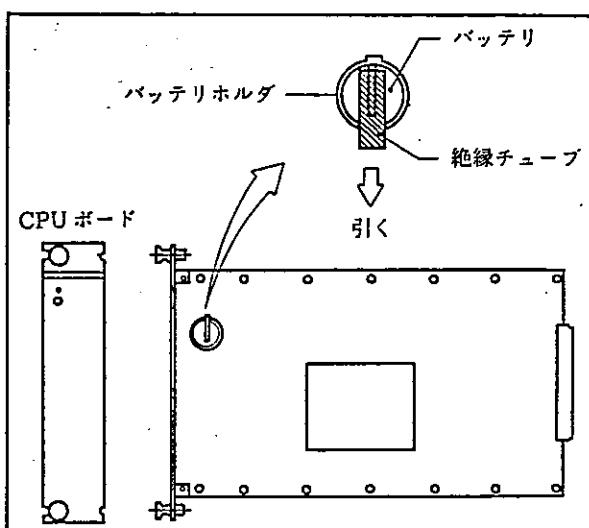

図 6.5 バッテリホルダ
(4) CPU ボードのバッテリホルダに取りつけられている絶縁チューブを取り除いてください。これは輸送中のバッテリの消耗を防止するためのものです。(図 6.5)
CPU ボードに設置されているバッテリ (図 6.5 または図 10.6) により、停電時のデータを保護しています。しかし、工場出荷時のバッテリ消耗防止用絶縁チューブがついている時や、使用中にバッテリがなくなった場合、各種 ENTRY 値は、下記の デフォルト値になります。